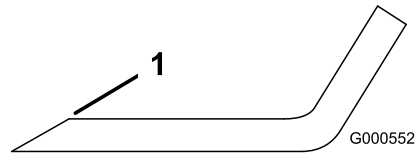

Figure 76
Remarque: Si la lame est déséquilibrée, limez un peu l'extrémité de l'ailette seulement (Figure 76).
1. Au moyen d'une lime, aiguissez les tranchants à chaque bout de la lame (Figure 76).